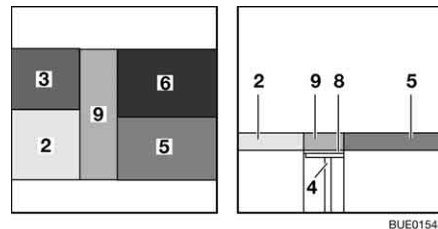

Fig. 144 Después de la transformación
- Colocar el cojín del respaldo (Fig. 144,6) delante del cojín del asiento (Fig. 144,5) en la mesa.
- Colocar el cojín adicional (Fig. 144,9) entre el banco y el asiento transformable.
- Colocar el cojín del respaldo (Fig. 144,3) en la prolongación de asiento transformable, delante del cojín del asiento (Fig. 144,2).